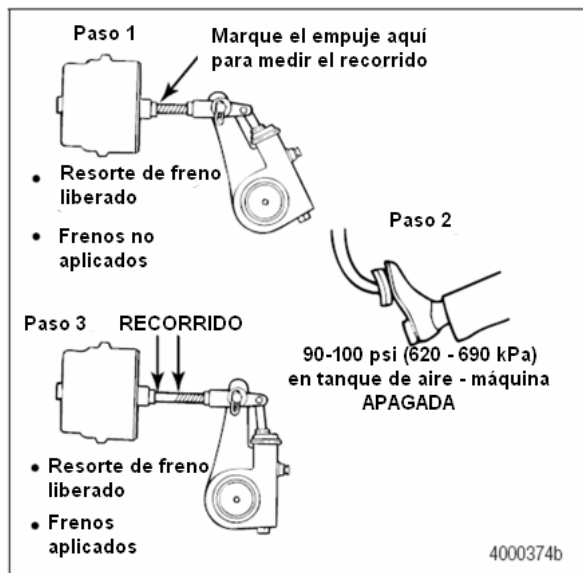

Figura 7.12
Figura 7.12. Sostenga el gobernante paralelo al empuje y mida lo más cuidadosamente posible. Un error en la medición puede afectar el límite de reajuste de CVSA estipula que “cualquier freno ¼ pulgada o mas pasa el límite de reajuste, o si dos frenos de menos de ¼ pulgada mas allá del límite de reajuste, serán causa de rechazo.”
4. Mida el desplazamiento de empuje o recorrido ajustado de la cámara donde el empuje salga de la cámara del freno de su marca al empuje. Mida y registre la distancia. Figura 7.12.